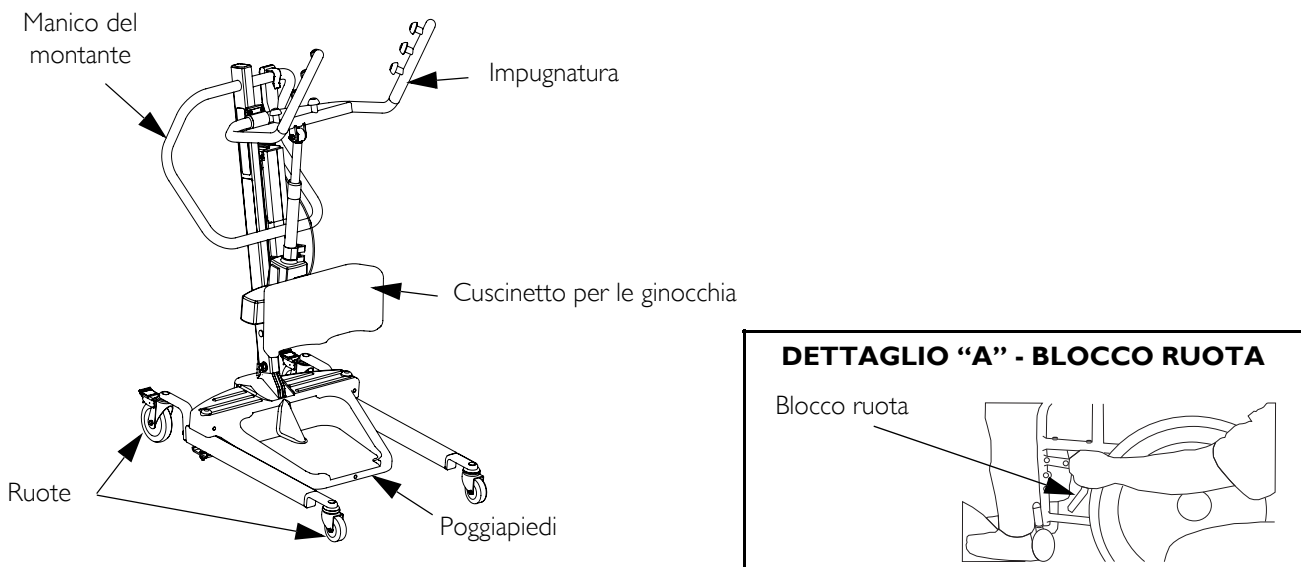

FIGURA 4.2 Sollevamento del paziente
NOTA: per questa procedura, fare riferimento alla FIGURA 4.2 a pagina 88.
1. Ordinare al paziente di mantenersi ai grip su entrambi i lati del sollevatore a cavalletto (Dettaglio "A" della FIGURA 4.2).
- 4. Se si sposta un paziente da una sedia a rotelle, bloccare le ruote della sedia (Dettaglio "B" della FIGURA 4.2).